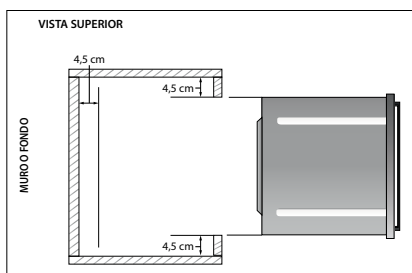

Figura 22.
- Si el horno va a ser instalado en conjunto con una cubierta, se debe garantizar una distancia mínima de 6 cm entre la tapa superior del horno y la base de la cubierta (Ver figura 22).